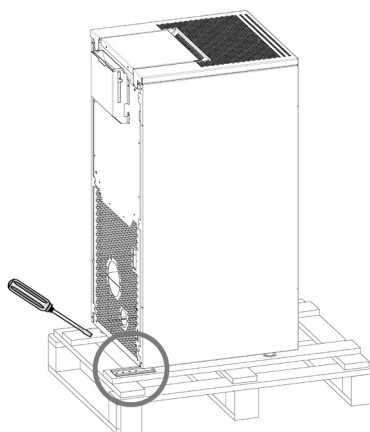

Fig. 1 - Remoção dos suportes
- Remover os suportes que bloqueiam os pés da estufa (ver **Fig. 1**). Em seguida proceder com a remoção da estufa da paleta.